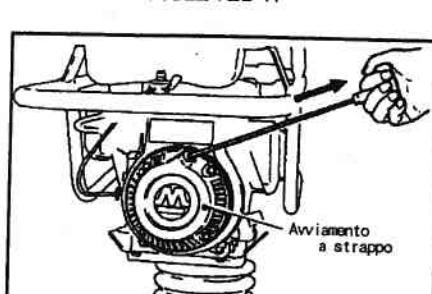

Fig.8
- 4.3 Impugnate la manopola dello starter a strappo e tiratela delicatamente fino a sentire una certa resistenza. A questo punto tirarla con forza velocemente. Prima di rilasciarla, accompagnarla sin quasi alla posizione di partenza. (Fig.8)